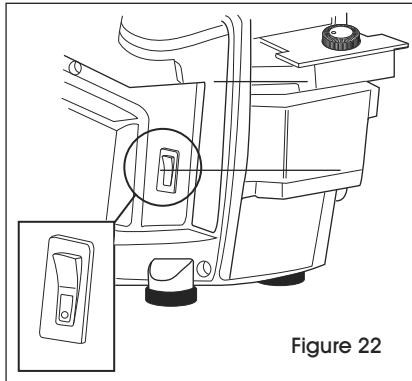

Figure 22
5. Sortez le ruban qui obstrue l'appareil. Repoussez la manette pour abaisser la lame de cisaille à la position normale de fonctionnement. (Voir Figure 22)